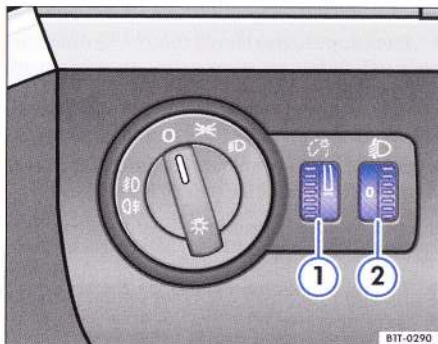

Fig. 37 Imagine din tabloul de bord: Regulator pentru iluminarea instrumentelor / comutatoarelor (1) și reglarea farurilor (2).
Când luminile autovehiculului sunt aprinse, intensitatea luminii instrumentelor și comutatoarelor se poate regla prin rotirea regulatorului ⇒ fig. 37 ①.